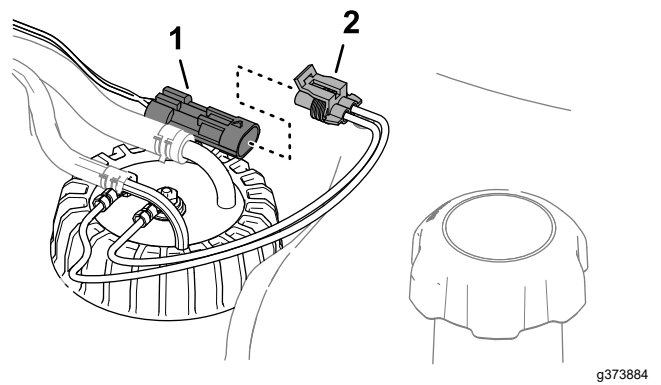

Bild 98
6. Verbinden Sie den Steckverbinder des Kraftstoff-Füllstandssensors mit dem Steckverbinder des Maschinenkabelbaums (Bild 98).